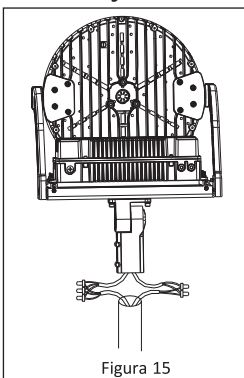

Figura 15
1. Afloja 4 pernos del soporte con posicionador deslizable. Conecta los cables según el **Diagrama de cableado.** Introduce el cable sobrante dentro del poste. **Ver Figura 15.**